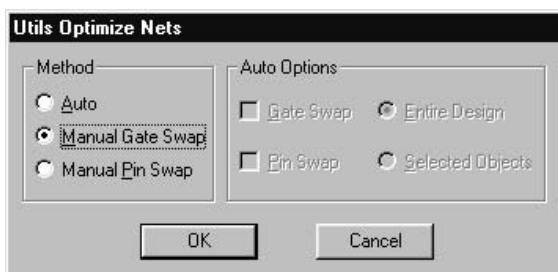

Рис. 7.2.1
- Для этого надо выполнить команды **Utils/Optimize Nets**. Откроется диалоговое окно **Utils Optimize Nets**, в котором в области **Method** выбрать **Manual Gate Swap** (рис. 7.2.1) и нажать кнопку ОК.